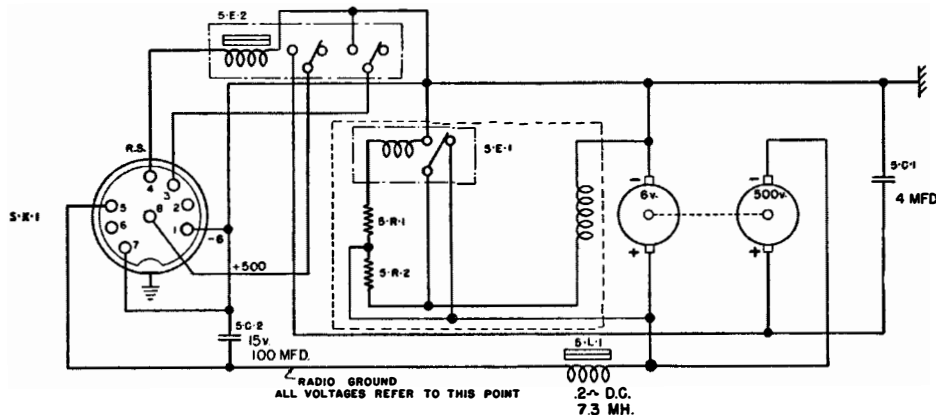

FIG. 25. GENERATOR GN-45-A, SCHEMATIC DIAGRAM
20. Generator GN-45-(*) (FIGS. 25 & 26)